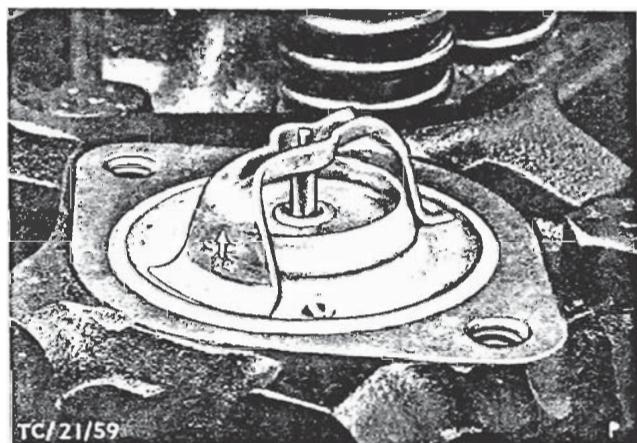

Fig. 71 - Termostaten monteret.
12. Monter termostaten, Fig. 71, samt pakningen og bolt vandafgangsforbindelsen til topstykket. Forbind udstødningsrøret med udstødsmanifolden.